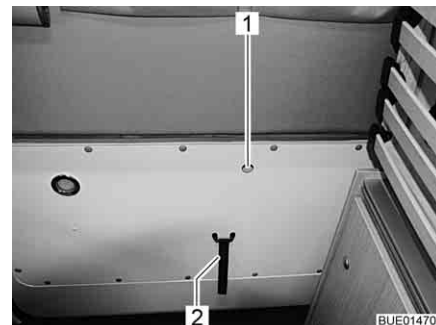

Fig. 33 Sbloccaggio del cofano posteriore, interno
- Tirare verso l'alto con il dito la levetta nell'apertura (Fig. 33,1) e contemporaneamente spingerla contro il cofano posteriore.
- Afferrare il bordo del cofano posteriore o l'asola (Fig. 33,2) e chiudere il cofano posteriore.